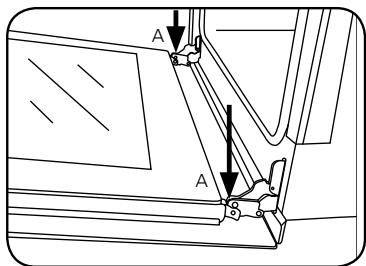
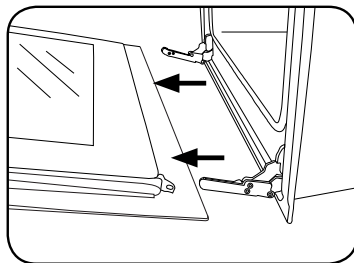

Fig. 31
Fig. 32
- Destruvar a porta pressionando as duas travas "A" localizadas na parte inferior da porta (fig. 31), e após puxar a mesma em sua direção (fig. 32).